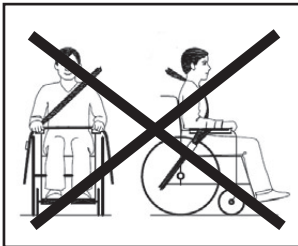

Figure 7
- Veillez à ce que la ceinture ne repose pas sur les pièces du fauteuil (comme les accoudoirs et les roues) empêchant la ceinture de soutenir totalement le corps de l'utilisateur (voir figure 7).